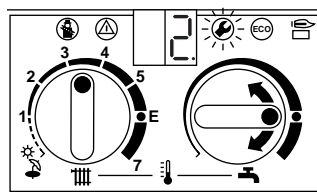

Fig. 53
- Portare il selettore d'impostazione della temperatura dell'acqua calda sanitaria sul „2.“ massima potenza nominale „max“ (fig. 53).